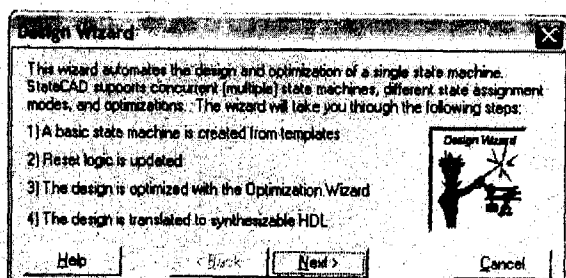
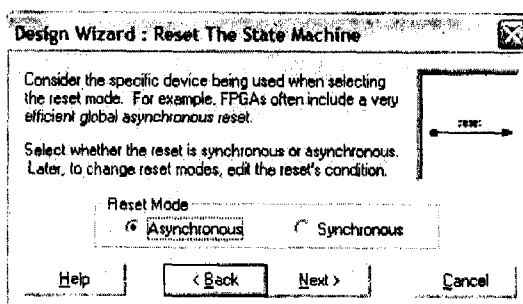

图 2 状态机设计向导
图 3 状态机设计向导之复位方式设置
* 在 File 菜单中选择 Design Wizard, 弹出状态机设计向导对话框,并询问是否使用已有的状态图,点 Yes, 出现如图 2 所示状态机设计向导对话框^[2]。点击 Next, 选择状态的数量,在此例中选 4。点击 Next 选择复位模式: 同步或异步,在此,选择异步,如图 3 所示。接着设置状态机转移方式,并完成状态机向导设置。